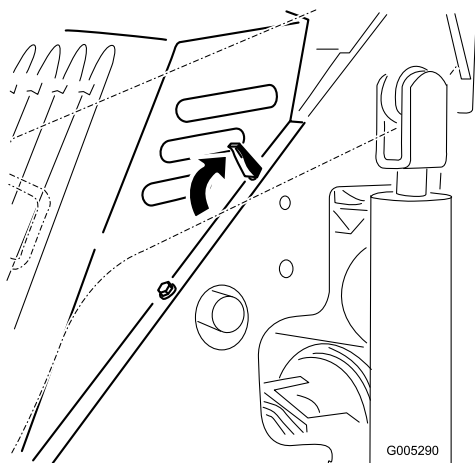

図 19
4. ロッキングタブ4個を外す 図 19。
1. フードについている柱を機体のフレームにある穴に差し込んで、フードを機体フレーム上にセットする 図 19。
2. 各ロックングタブを前方に倒してフードを固定する 図 19。